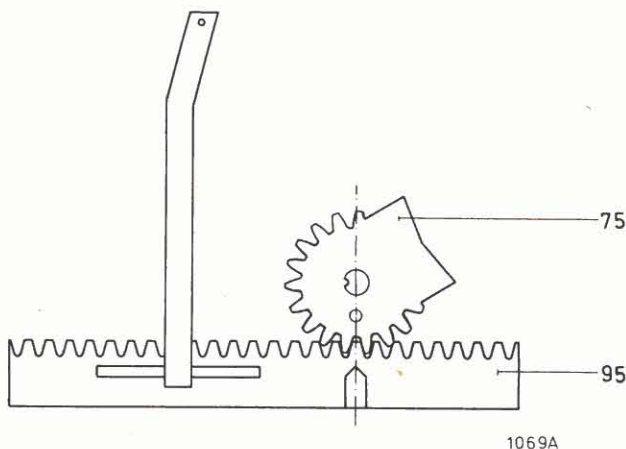

Fig. 1
1. Mount gearwheel 75 and guide bracket 95 as shown in Fig. 1.
1. Procéder au montage de la roue dentée 75 et de l'étrier-guide 95, selon la fig. 1.
1. El montaje de la rueda dentada 75 y de la palanca de guía 95 debe ser efectuado según indica la fig. 1.
1. De montage van tandwiel 75 en geleidingsbeugel 95 moet geschieden volgens fig. 1.
1. Die Montage von Zahnrad 75 und Führungsbügel 95 muss gemäß Abb. 1 erfolgen.